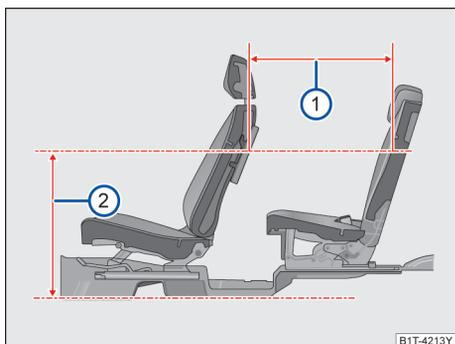

图 94 座间距
当前排座椅前后位置：座椅最后往前滑动 124mm，高度及靠背角都处于设计位置；后排座椅前后位置：位于导轨中间位置，靠背角为 18° 时，在距离地板位置 680mm 处 → 图 94②，座间距为 705.3mm → 图 94①。